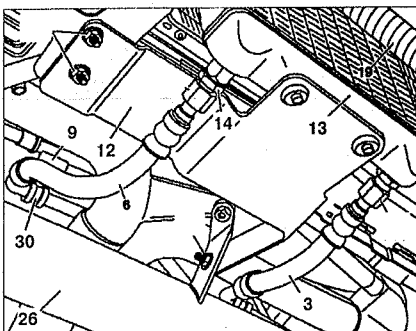

Рис. 1.33. Сливная 6 и нагнетающая 3 трубки автоматической коробки передач.
3. Протрите поверхность, прилегающую к нагнетающей **3** и сливной **6** масляным трубкам (на моделях с дополнительным масляным радиатором) (см. рис. 1.33).